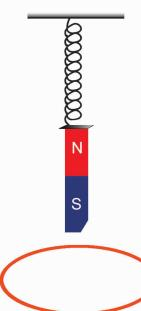

图 1-4
4. 如图 1-4 所示，弹簧上端固定，下端挂一根条形磁铁。将磁铁托起到某一高度处放开，磁铁能上下振动较长时间才停下来。如果在磁铁下端放一个固定的闭合导体线圈，使磁铁能上下振动穿过它，磁铁就会很快停下来。请解释这个现象，并说明能量转化的情况。